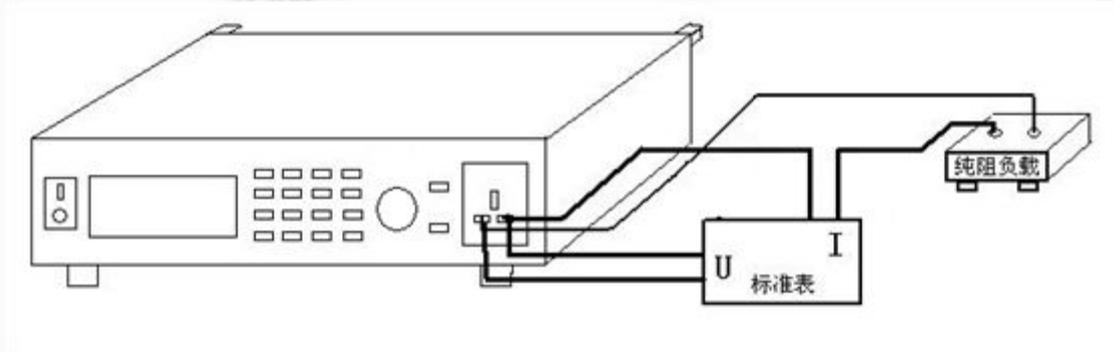

图 1 电压、频率稳定度的验证接线图
- ① 按照图 1 进行接线，被测电源接上纯阻性负载。
- ② 设定输出为 220V/50Hz 分别记录空载输出电压  $V_1$ ，半载输出电压  $V_0$ ，满载输出电压  $V_2$ ；按公式（1）计算，取两次测量计算的最大值。
- ③ 负载效应  $(AI) = (V_1, 2 - V_0) / V_0 * 100\% \dots\dots\dots (1)$
- ① 按照图 1 进行接线，被测电源接上纯阻性负载，PPS 的输入端用调压器供电，**注意，PPS 的输入功率不要超出调压器的功率**，被测电源接上纯阻性负载。
- ② 分别记录供电电压为 220V 的输出电压  $V_0$ ，供电电压为 242V 的输出电压  $V_2$ ，供电电压为 198V 的输出电压  $V_1$ ；按公式（2）计算，取两次测量计算的最大值。
- ③ 源电压效应  $(AU) = (V_1, 2 - V_0) / V_0 * 100\% \dots\dots\dots (2)$